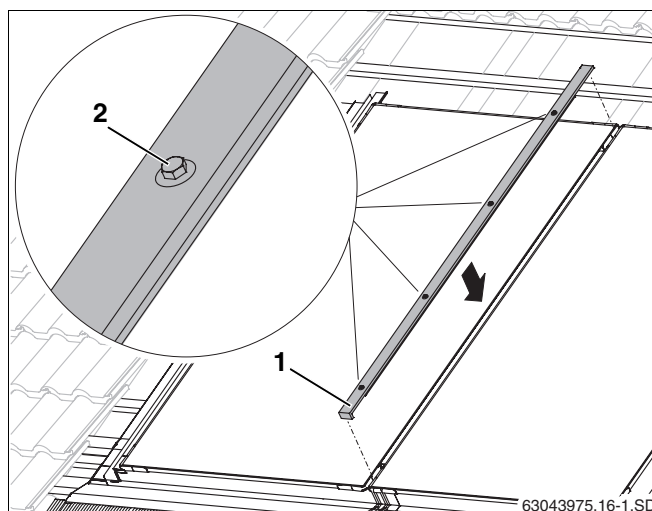

Рис. 51 Средняя накладная планка
- Вставить накладную планку (рис. 51, **поз. 1**) отбортовкой вниз в промежуток между двумя коллекторами и выровнять ее.
- Начиная снизу, вручную затянуть болты (рис. 51, **поз. 2**) ключом SW 8.